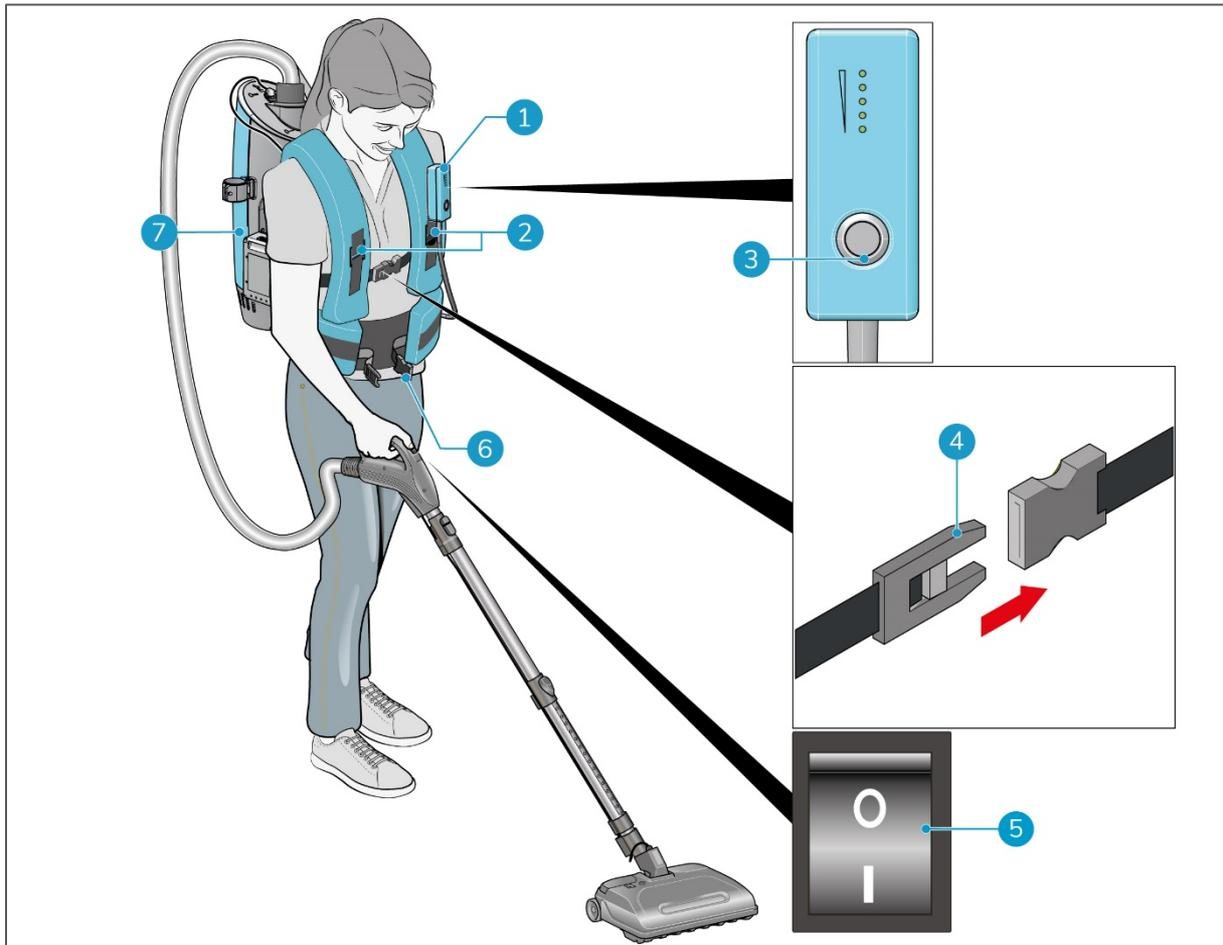

Figura 19
11. Posizionare i-move 2.5B® sulla schiena (Figura 19, pos 7).
12. Chiudere la cintura, regolarla fino a quando non si adatta comodamente (Figura 19, pos 6).
13. Stringere le 2 fibbie fino a quando non si adattano comodamente (Figura 19, pos 2).
14. Allacciare la fibbia sul davanti (Figura 19, pos 4).
15. Agganciare il telecomando alla cintura o a uno dei passanti della fibbia (Figura 19, pos 1).
16. Premere l'interruttore ON/OFF (Figura 19, pos 3) per accendere i-move 2.5B.
17. Premere l'interruttore ON/OFF (Figura 19, pos 5) per accendere l'i-brush®, l'i-brush funziona meglio se non viene applicata alcuna pressione sulla spazzola.
1. Premere l'interruttore ON/OFF (Figura 19, pos 5) per spegnere i-brush.
2. Premere l'interruttore ON/OFF (Figura 19, pos 3) per spegnere i-move 2.5B®.
3. Aprire la fibbia sul davanti (Figura 19, pos 4) sul davanti.
4. Sganciare le due fibbie (Figura 19, pos 2).
5. Aprire la cintura (Figura 19, pos 6).
6. Rimuovere il telecomando dalla cintura o da uno dei passanti della fibbia (Figura 19, pos 1).